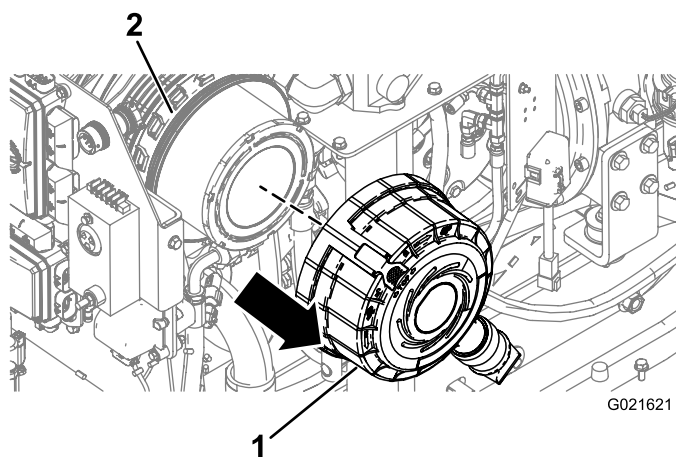

Figure 116
7. Écartez le couvercle du boîtier du filtre à air et déposez-le (Figure 116).
3. Alignez le couvercle du filtre à air sur le boîtier du filtre à air (Figure 116).